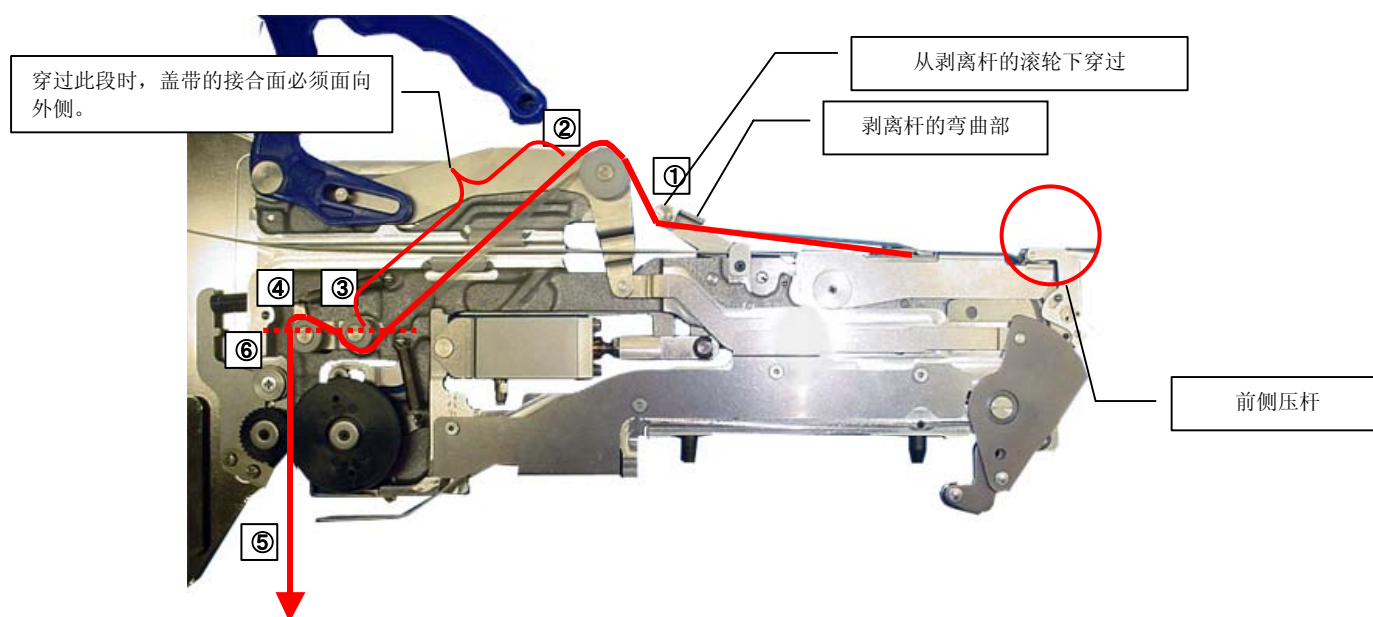

图 2
- ② 如图 2 所示，将盖带按①～⑤的顺序穿过。
- ③ 放下料带导轨，将压杆恢复至原来的状态（图 2）。关闭料带导轨时，务必将基带的导带孔扣在料带传送齿轮上。
- ④ 拉动盖带，使两个滚轮基本水平（图 2-⑥）。
- ⑤ 按压剥离杆的弯曲部，将元件传送至吸附位置。